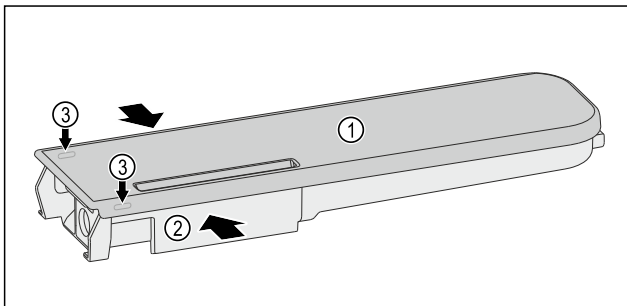

Fig. 222
- ▶ Wasserbehälter Fig. 222 (2) zusammendrücken und Deckel Fig. 222 (1) vorsichtig über die Rastnasen Fig. 222 (3) hebeln und hochziehen.
- ▶ Deckel Fig. 222 (1) leicht hin- und herbewegen und nach oben entnehmen.